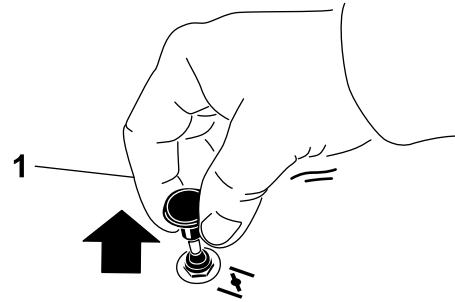

Figura 19
2. Presione hacia abajo el pomo del estérter para desactivar el estérter después de arrancar el motor (Figura 19).
1. Tire hacia arriba del mando para engranar el estérter antes de usar el interruptor de encendido (Figura 19).